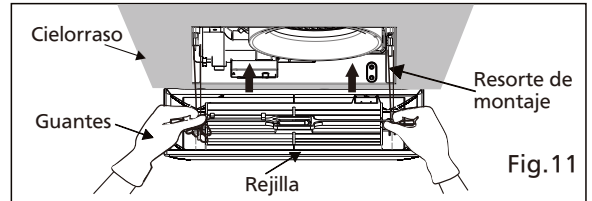

Fig.11
14. Inserte otros resortes de montaje en las ranuras como se indica y coloque la rejilla al cuerpo del ventilador. (Fig.11)